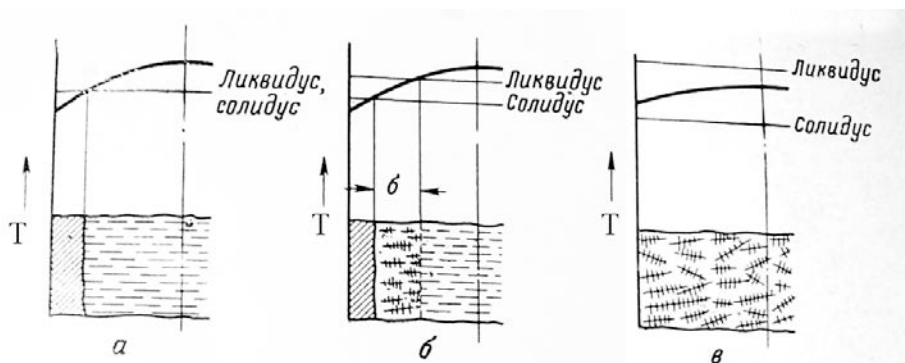

Рисунок 1 – Характер затвердевания:
- последовательным (рисунок 1, а);
- двухфазным (рисунок 1, б);
- объёмным (рисунок 1, в).